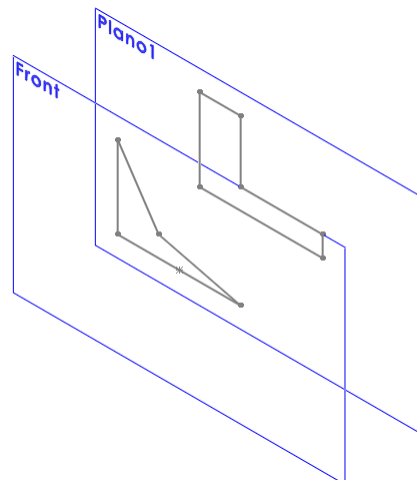

Ilustración 120
Paso 1: Se realizan los croquis del perfil de la pieza, en este caso se utilizaron **Alzado** y **Plano 1** (plano auxiliar paralelo a alzado) (ver ilustración 120)